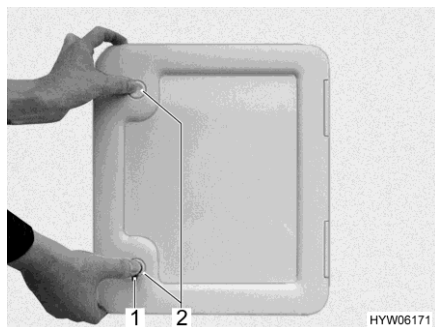

Fig. 301 Portillon pour le réservoir pour matières fécales
- Ouvrir le portillon pour le réservoir pour matières fécales à l'extérieur du véhicule. Insérer pour cela la clé dans le barillet du verrou de pression (Fig. 301,1 ou Fig. 302,1 ou Fig. 303,1) et la tourner d'un quart de tour dans le sens des aiguilles d'une montre.